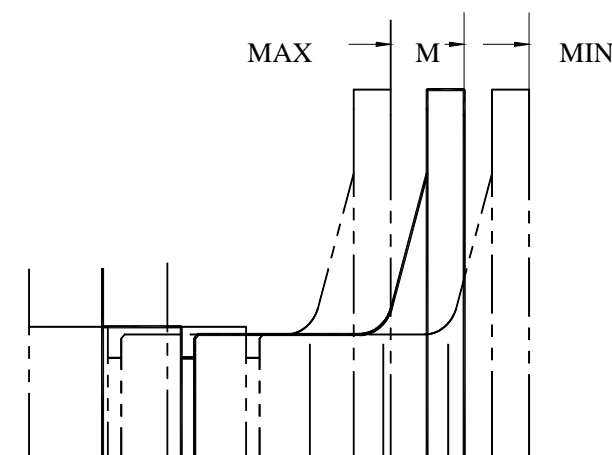

图 5 Fig.5
- (1) 主电机的转子一般有一定的轴向窜量，在留轴向尺寸时应把主电机的转子置于中间位置 M 如图 5。
(1) 主电机的转子一般有一定的轴向窜量，在留轴向尺寸时应把电机的转子置于中间位置 M 如图 5。
Generally axial float is left for motor rotor. When considering the axial float, keep the rotor in the middle position M as shown in Fig.5.